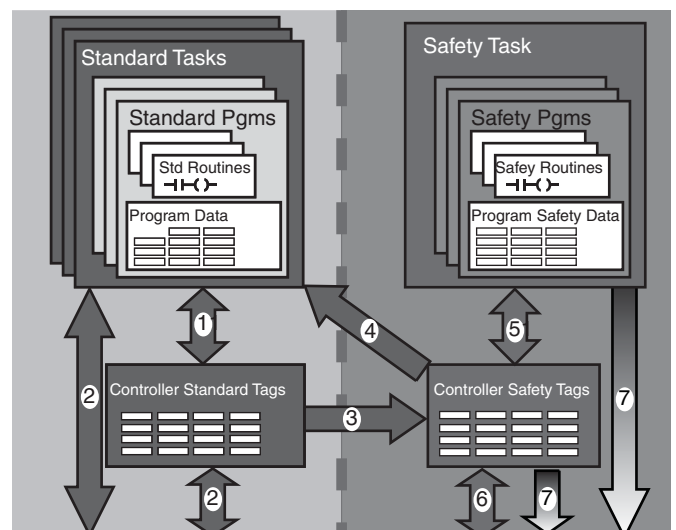

Figure 97 : interaction des tâches de sécurité et standard
Toutes les fonctions standard et de sécurité sont isolées les unes des autres. La figure 97 montre un schéma fonctionnel des interactions autorisées entre les parties standard et de sécurité de l'application. Par exemple, les points de sécurité peuvent être directement lus par le programme standard. Les points de sécurité peuvent être échangés entre les automates GuardLogix sur EtherNet, ControlNet ou DeviceNet. Les données de point de sécurité peuvent être directement lus par les dispositifs externes, les interfaces homme-machine (IHM), les ordinateurs personnels (PC) ou d'autres automates.